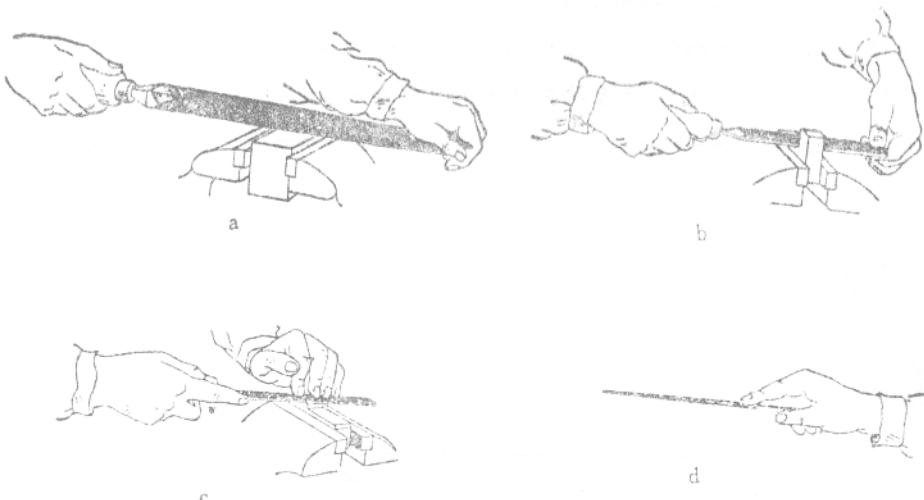

图 1—19 锉刀的握法
1. 大锉刀的握法：将锉刀柄握在右手中心，大拇指放在锉刀柄上面，其余四指握住锉刀柄。左手拇指根部压住锉刀前端，中指和无名指抵住锉刀头部的下边，如图 1—19a 所示。
2. 中锉刀的握法：右手握法与大锉刀相同。左手拇指、食指和中指捏住锉刀前端，如图 1—19b 所示。
3. 小锉刀的握法：右手握法与大锉刀基本相似，只是食指抵住锉刀的右边。左手的四指均压在锉刀的中央，如图 1—19c 所示。
4. 小什锦锉刀的握法：因锉刀较小，可用一只手拿住，拇指和中指捏住两侧，食指伸直压住锉刀上面，其余两指握住锉柄，如图 1—19d 所示。